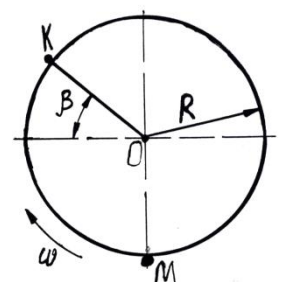

Рис. 1.4
1.22. Частка добрив масою m потрапляє без початкової швидкості на поверхню горизонтального диска радіуса R , який обертається навколо вертикальної осі Oy з кутовою швидкістю ω , і починає рухатись у точці M вздовж радіальної лопаті, яка починається на відстані R_0 від центра (рис.1.4). Коефіцієнт тертя між часткою та поверхнями диска та лопаті f .